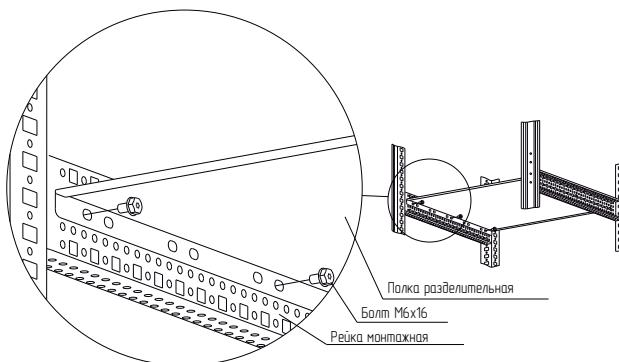

Рисунок 1
- 4.1.2 Закрепить полку разделительную болтами самонарезающими M6×16 между рейками монтажными (рисунок 1). Момент затяжки – 7 Н·м. Болты приобрести отдельно.